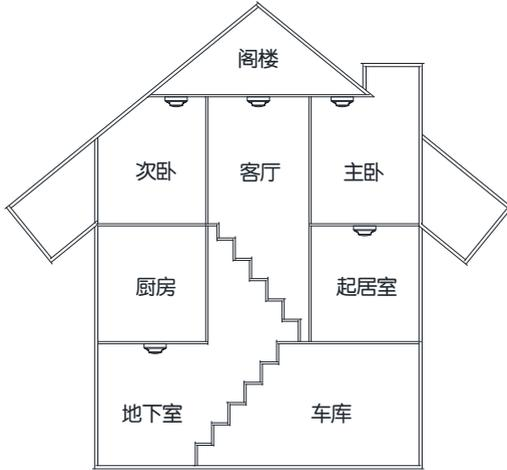

图 4 探测器安装位置示意图
- ④ 对燃烧产生的烟雾来说，楼梯的作用与烟囱类似，因此楼梯应安装探测器。
- ⑤ 空气流通的两个区域应分别安装探测器，如客厅与卧室两个区域，每个区域至少安装一个探测器。
- ⑥ 探测器安装位置可参考图 4，请结合实际情况确定最佳安装位置。